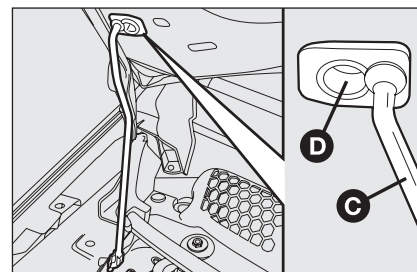

fig. 98
- soulever le capot et en même temps dégager la béquille de maintien **C-fig. 98** de son dispositif de blocage, puis engager l'extrémité de la béquille dans l'emplacement **D** du capot.